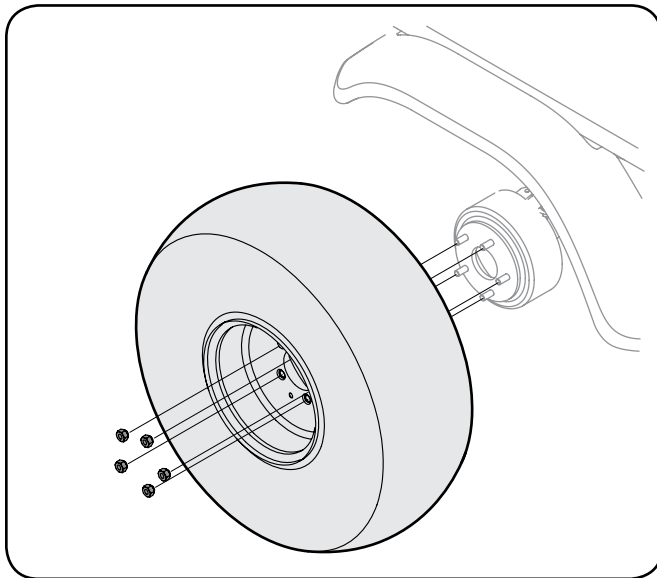

Figura 6-3
3. Afloje pero no extraiga las cinco tuercas de la rueda de la maza del eje. Consulte Figura 6-3.